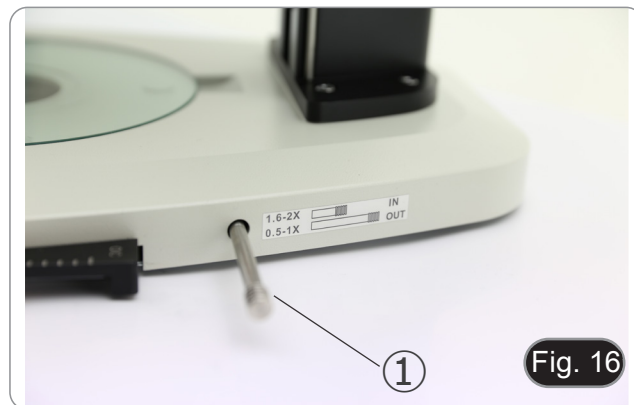

Fig. 16
- A lente de conversão é utilizada para otimizar a intensidade da luz de acordo com o objectivo em uso. (Fig. 16)
1. Inserir completamente a alavanca ① ao utilizar objectivos 1,6x ou 2x.
2. Puxar a alavanca ① até à saída quando se utilizarem objectivos 0,5x ou 1x.